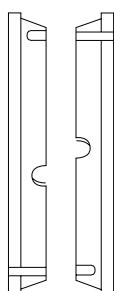

Figura 13
3. Instale el aro de linterna de Teflon de dos piezas provisto según se muestra en la figura 13. Nota: dos piezas conforman un aro. Las muescas del anillo deben enfrentarse, pero el alineamiento no es necesario.